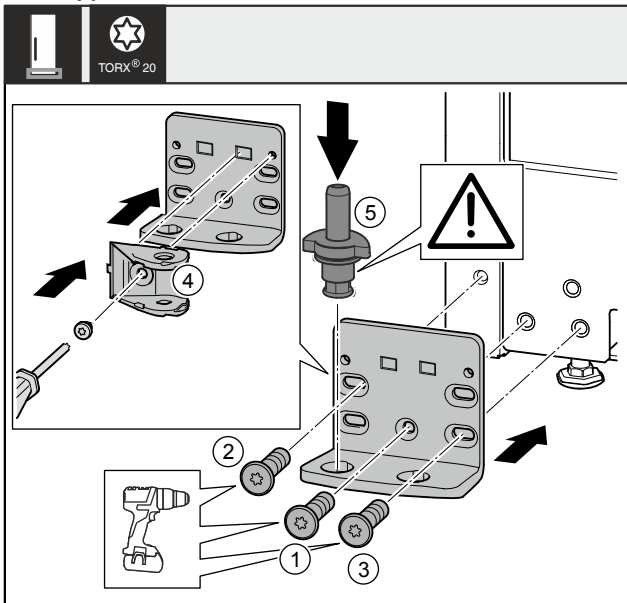

Fig. 38
- Placer le support de palier de l'autre côté et le visser avec un tournevis. Commencer par la vis *Fig. 38 (1)* en bas au milieu.
- Serrer la vis *Fig. 38 (2)* et la vis *Fig. 38 (3)*.
- Tourner la liaison de l'amortisseur de fermeture *Fig. 38 (4)* de 180°. Le visser de l'autre côté du support de palier avec un tournevis.
- Insérer complètement l'axe de palier *Fig. 38 (5)*. Veiller à ce que l'ergot soit orienté vers l'arrière.